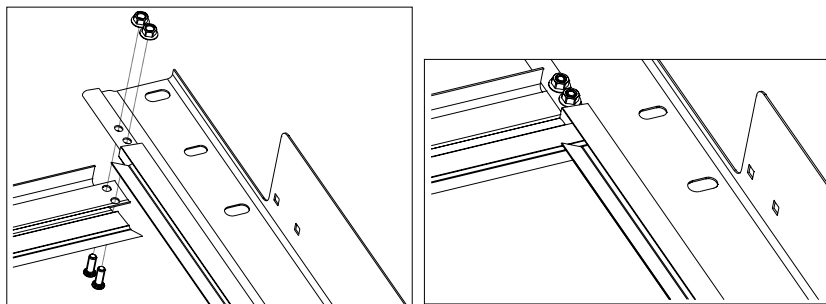

Fig. 7.3
- Sammensæt afstandsstykke og vinkelprofil med to M6x12 bolt og møtrik. (fig.7.3).